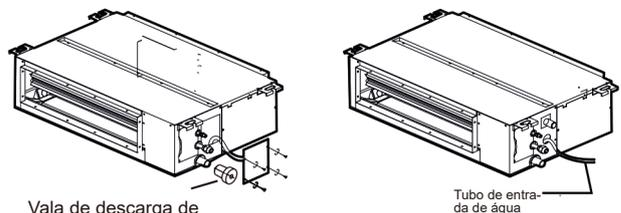

Figura 5.5
4. Abra o tampão da água de teste e continue a adicionar água (a Figura 5.5 mostra a entrada de água) até que o indicador do nível da água seja ativado. Verifique se a bomba de drenagem drena a água imediatamente. Após três minutos, se o nível da água não descer abaixo do nível de aviso, a unidade será desligada. Neste ponto, você deve desligar a fonte de alimentação e drenar a água acumulada antes de poder ligar a unidade novamente.